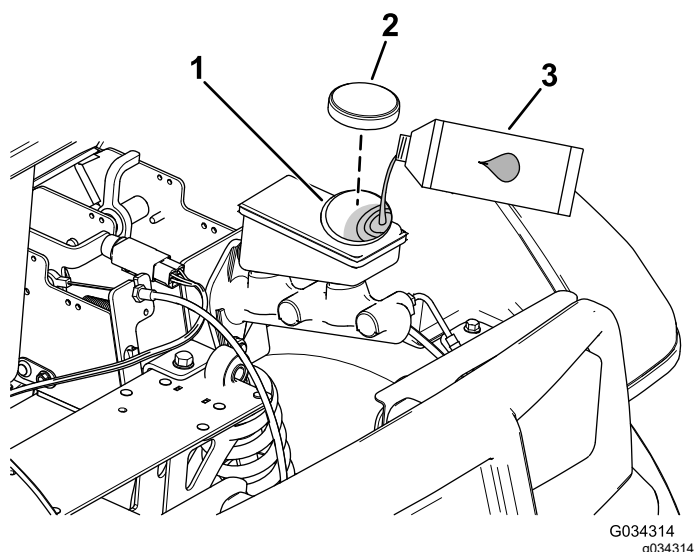

Рисунок 63
4. Поднимите капот, чтобы получить доступ к главному тормозному цилиндру и бачку (Рисунок 63).
- Очистите область вокруг крышки бачка и снимите крышку (Рисунок 63).
- Установите на место крышку бака (Рисунок 63).